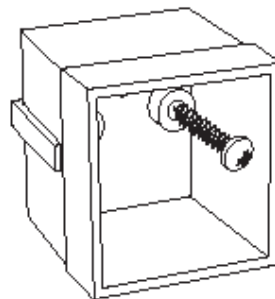

Fig. 2
- Gehäuse mit einer Schraube an der Klammer befestigen. Zum Abschluß der Montage dann den Gewindestab herausdrehen und die zweite Schraube einsetzen (siehe Fig.2).